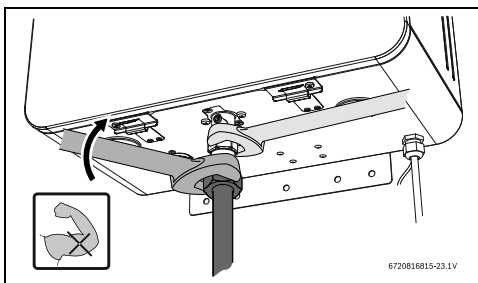

Fig. 24 Serrer le tuyau de gaz
- Serrer le tuyau de gaz avec le support d'une clé plate, voir fig. 24.